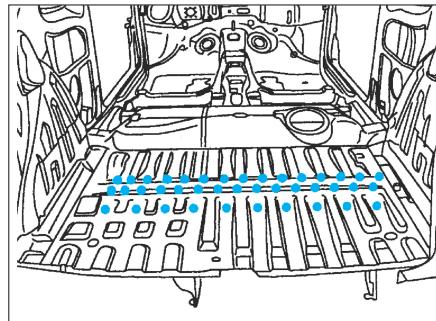

FIG. 156
- Souder par points électriques (avec l'équipement FA1) (Fig.156),